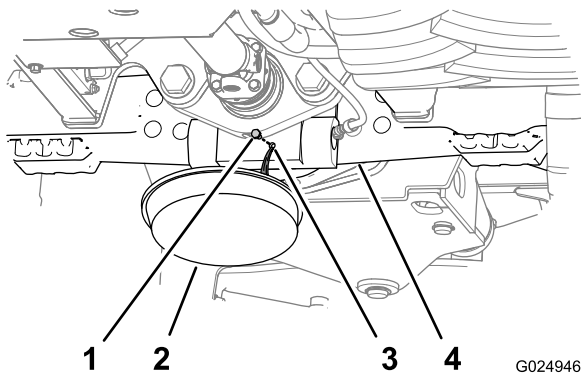
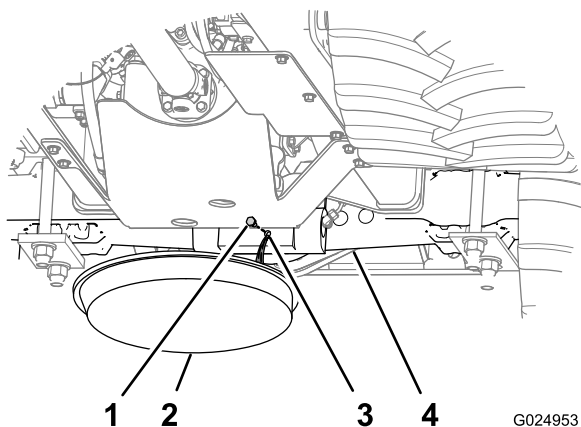

Figura 88
Figura 89
1. Mettete una bacinella di spurgo sotto l'alloggiamento del pignone dell'assale (Figura 88 e Figura 89).
2. Rimuovete i tappi dal foro spia e dal foro di spurgo negli alloggiamenti del pignone per gli assali (Figura 88 e Figura 89).